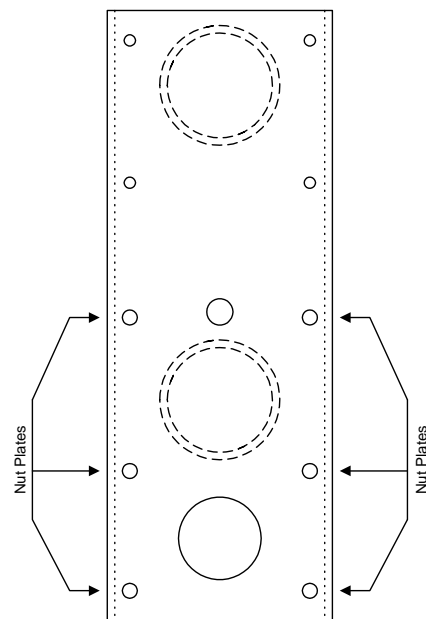

Figura 10
2. Coloque suavemente al operador en el ensamblaje del poste de montaje que es seguro alinear las 6 placas con rosca y los 4 pernos del montaje (Figura 10).